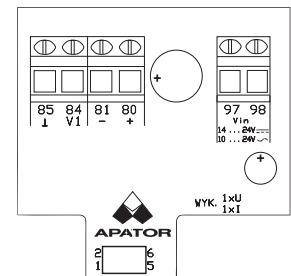

Fig. 31
3. 1x current output + 1x voltage output (Fig. 31):